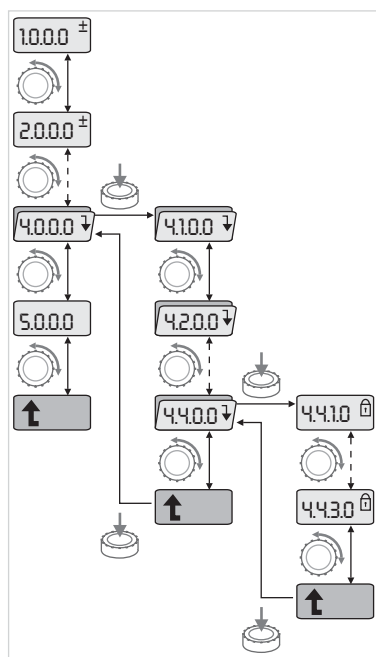

Рис. 37: Пример навигации
- Выполнить общую навигацию в меню следующим образом (пример см. на рис. 37):